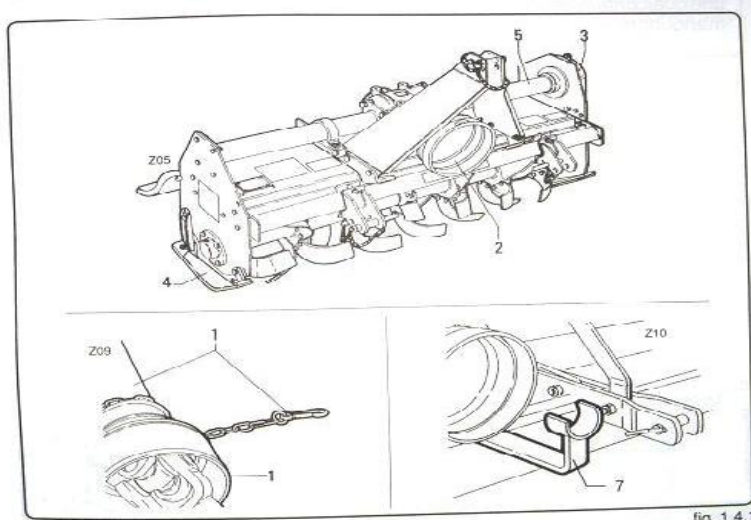

fig. 1.4.1
- 9 - capot arrière (fig. 1.4.1). Le capot est mobile et peut être utilisé pour maintenir et stabiliser le sol écrasée par les lames.
des dispositifs de sécurité (fig. 1.4.1)